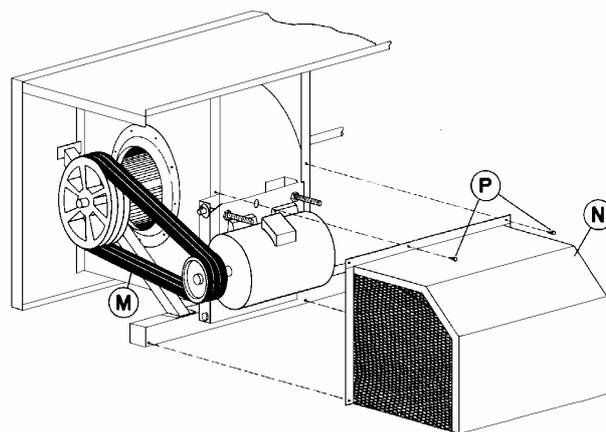

Figure 17 - Installation capot moteur et poulies courroies
6. Installer les courroies M autour de la poulie ventilateur et la poulie moteur comme montré en Figure 17. Tendre les courroies en ajustant les écrous sur les boulons de forme J. Ne pas tendre fortement les courroies. Quand les courroies sont ajustées correctement, la flexion au centre des courroies doit être approximativement de 13 mm avec une pression modérée de la main.